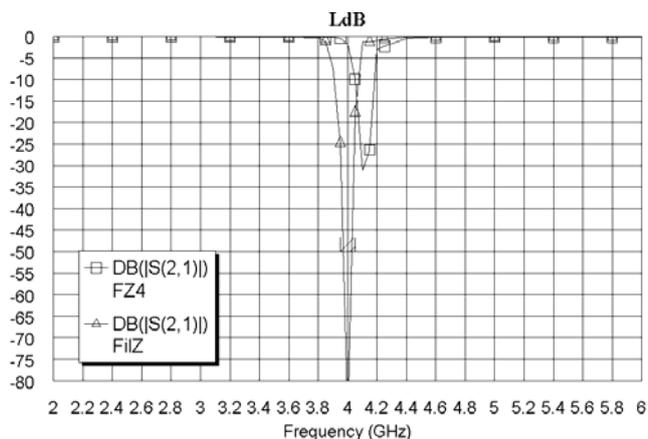

Рис. 1.78
- Сделайте активным окно графика и щёлкните по значку **Analyze** на панели инструментов. Полученный график показан на рис. 1.78. Характеристика электромагнитной структуры лежит выше по частоте, чем и требуется. Напомним, что частота заграждения по результатам статистического анализа должна быть около 4.1 ГГц. Од-